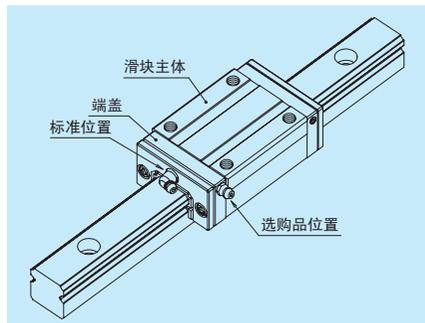

图 12 润滑用零件的安装位置
(2) 润滑用零件的安装位置
• 润滑脂注入嘴标准型号的位置是安装在滑块的端面，作为选购品也可安装在端盖的侧面 (图 12)。